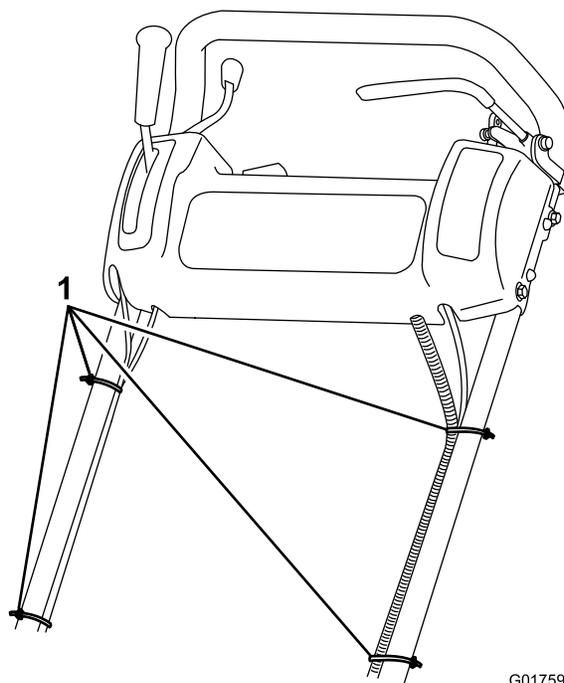

Рисунок 5
8. Кабельными стяжками прикрепите тросики и жгут проводов к ручке (Рисунок 5).